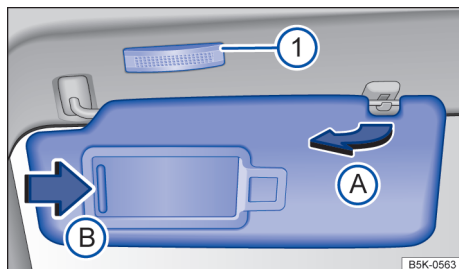

Fig. 83 Para-sol.
- Retirar o para-sol cuidadosamente do suporte segurando a base de fixação e virar na direção das portas → Fig. 83 (A).
No para-sol rebatido para baixo encontra-se um espelho de cortesia atrás de uma cobertura. Ao abrir a cobertura → Fig. 83 (B) uma lanterna se acende ①.